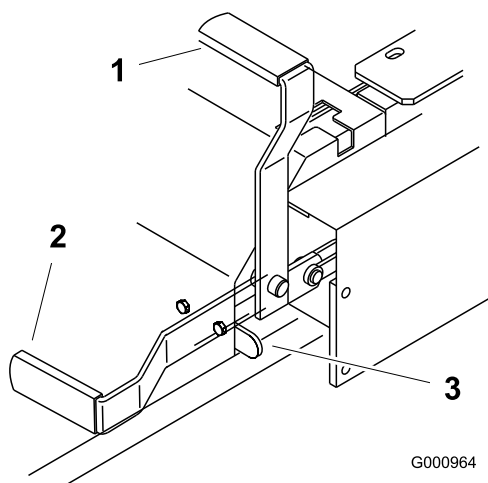

Bild 12
2. Ziehen Sie den Feststellbremshebel nach hinten und oben, um die Feststellbremse zu aktivieren (Bild 12). Der Feststellbremshebel muss fest in der aktivierten Stellung bleiben.
Drücken Sie den Feststellbremshebel nach vorne und unten, um die Feststellbremse zu lösen (Bild 12). Die Feststellbremse ist gelöst und der Hebel liegt am Bremsanschlag an.